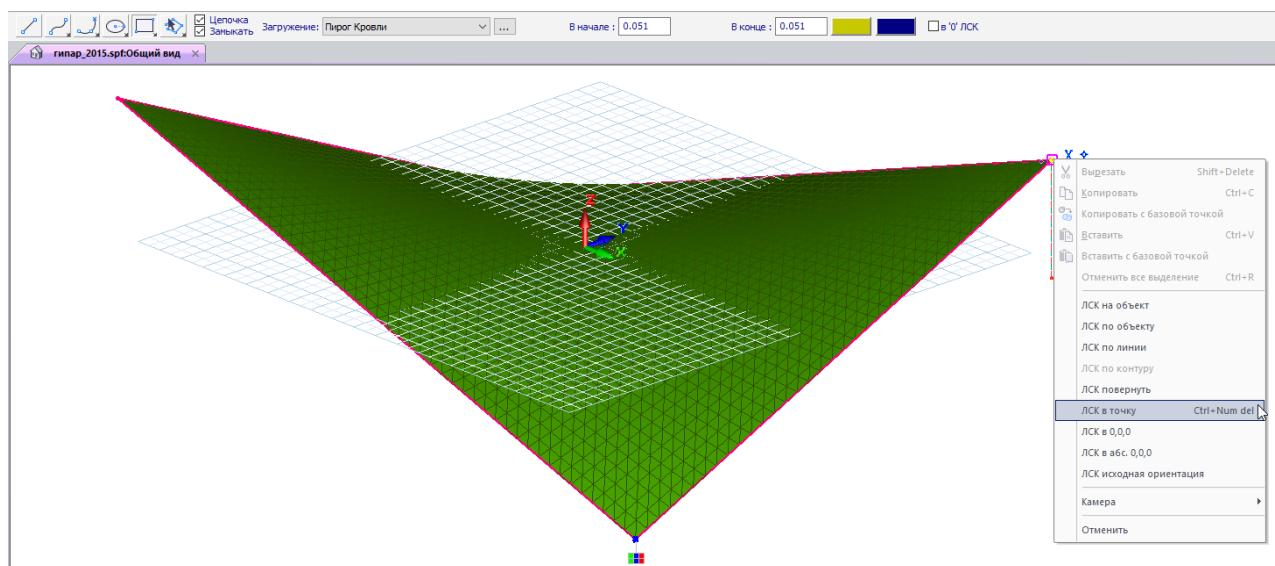

Рис.3.2 Перенос ЛСК
- Наводим курсор на вершину Гипара, нажатием правой кнопки мыши вызываем контекстное меню и переводим ЛСК в точку (рис.3.2).